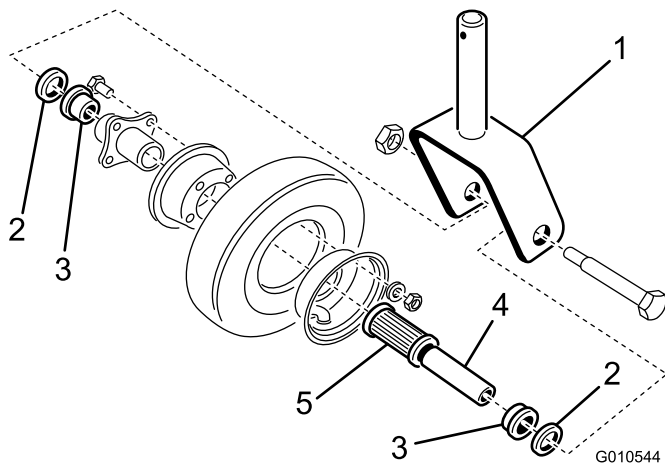

Bild 19
1. Entfernen Sie die Sicherungsmutter von der Schraube, mit der das Laufrad an der der Gabel befestigt ist (Bild 19). Halten Sie das Laufrad fest und schieben die Schraube aus der Gabel.
2. Kippen Sie das Rad seitlich und lassen Sie die Spannbüchse herausfallen (Bild 19).
3. Entfernen Sie eine Lagerbefestigung aus der Radnabe und lassen das Lager herausfallen. Entfernen Sie die Lagerhalterung aus der gegenüberliegenden Seite der Radnabe (Bild 19).